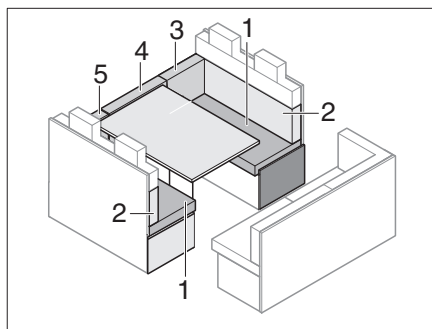

Fig. 191 Prima della trasformazione
- Rimuovere i cuscini dello schienale (Fig. 191,3,4 e 5) e riporli di lato.